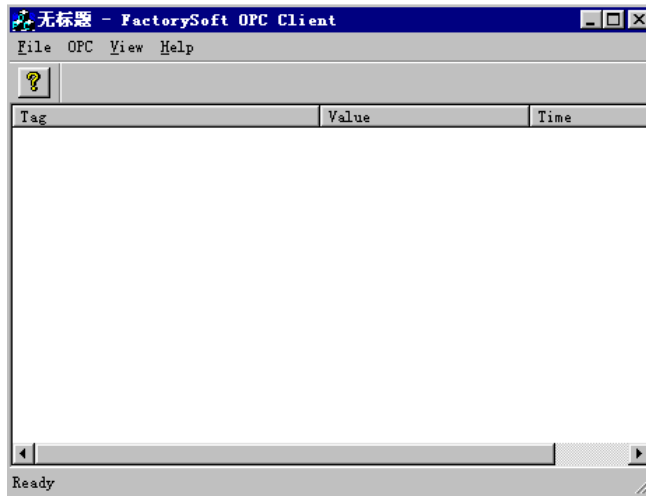

图20.14 Factory Soft OPC 客户端
- 2、运行某些厂家提供的 OPC 客户端，弹出画面如图 20.14 所示。